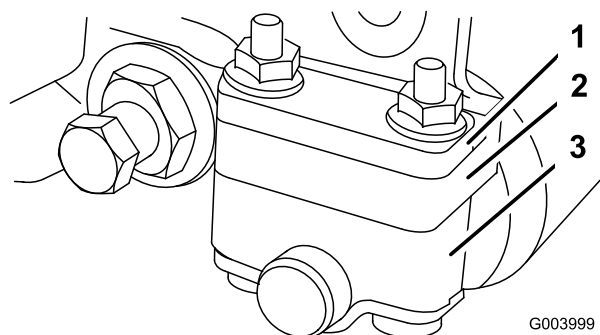
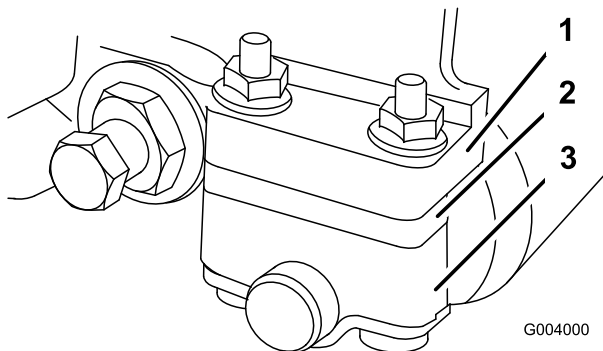

Figura 48
Figura 49
1. Ajuste los soportes del rodillo trasero a la posición superior o inferior, dependiendo del intervalo de alturas de corte deseado (Figura 48 y Figura 49).
- Coloque el espaciador debajo de la brida de montaje de la chapa lateral para obtener un intervalo de alturas de corte de 3 a 25 mm (Figura 49).